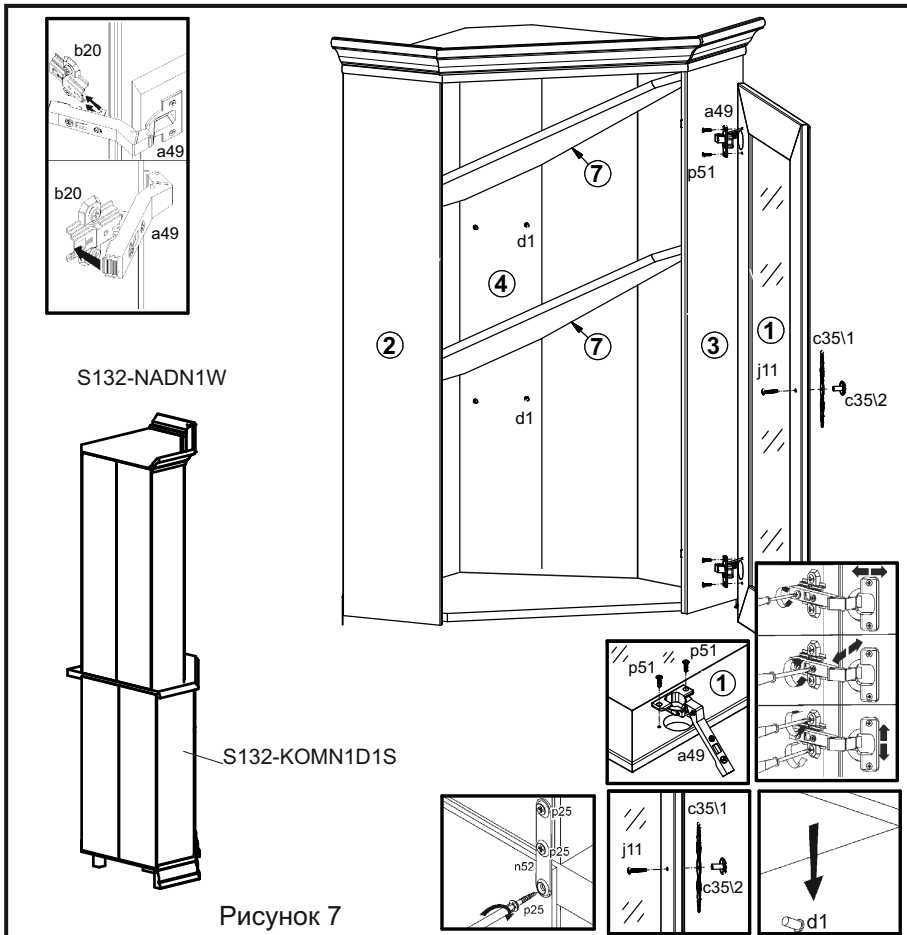

Рисунок 7
13. Положить дверь **1** фасадной поверхностью вниз на ровную поверхность и закрепить на ней петли шарнирные **a49** шурупами **p51** (см. рис. 7).
14. Навесить дверь **1** на корпус изделия, совместив петли шарнирные **a49** с ответными планками петель **b19**. При необходимости отрегулировать положение дверей, вращая регулировочные винты (см. рис. 7).
15. В отверстие $\varnothing 5$ мм на внутренней поверхности двери **1** вставить винт **j11** снаружи совместить отверстия элементов ручки **c35\1, c35\2** с резьбой винта и завернуть винт, удерживая ручку (см. рис. 7).
16. Установить шкаф верхний на тумбу и соединить их с помощью пластин для соединения сегментов **n52** и шурупов **p25** (см. рис. 7).
17. Установить полки переставные **7** на полкодержатели **d1** (см. рис. 7).